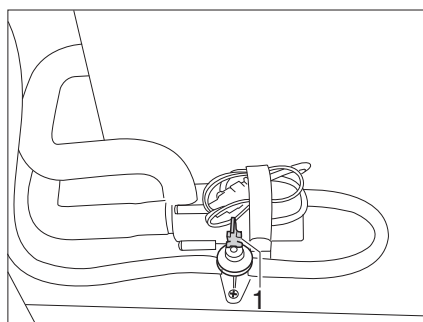

Fig. 188 Llave de desagüe
- Cerrar la llave de desagüe. Colocar para ello el balancín (Fig. 188,1) en posición horizontal.
- Abrir la llave de desagüe (Fig. 188). Colocar para ello el balancín (Fig. 188,1) en posición vertical. La caldera se vacía hacia fuera a través de la llave de desagüe.